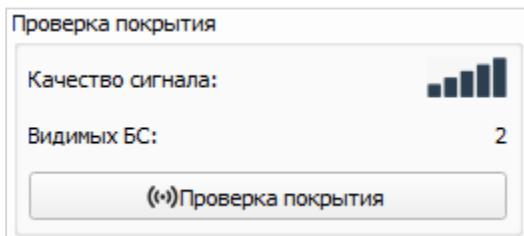

Рисунок 14 — Поле «Проверка покрытия»
3.4.2.8 «Проверка покрытия» (не отображается в режиме работы «Простой») – при нажатии счетчик отправляет в сеть LoRaWAN специальный сигнал, в ответ на который сеть сообщает ему количество базовых станций, принявших данный сигнал и его качество (рис. 14). Данная функция работает только когда счетчик присоединен к сети.